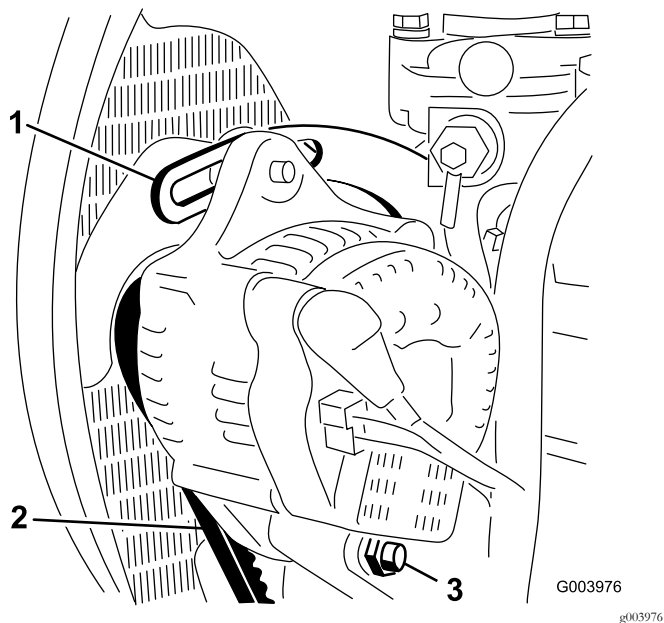

図 72
2. オルタネータ側プーリとクランクシャフト側プーリ間の中央部でオルタネータベルト(図 72)を指で 10 kg 程度の力で押してベルトの張りを点検する。
3. ブレースをエンジンに固定しているボルト(図 72)と、オルタネータをブレースとピボットボルトに固定しているボルトをゆるめる。